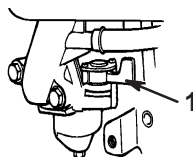

Bild 9
2. Öffnen Sie den Kraftstoffhahn durch Drehen des Hebels nach **rechts** (Bild 9).